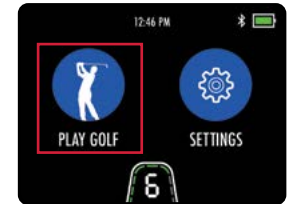

Fig 1 - Accueil - Jouer au golf
1. Sur l'écran d'accueil, sélectionnez "Play Golf" (fig. 1).